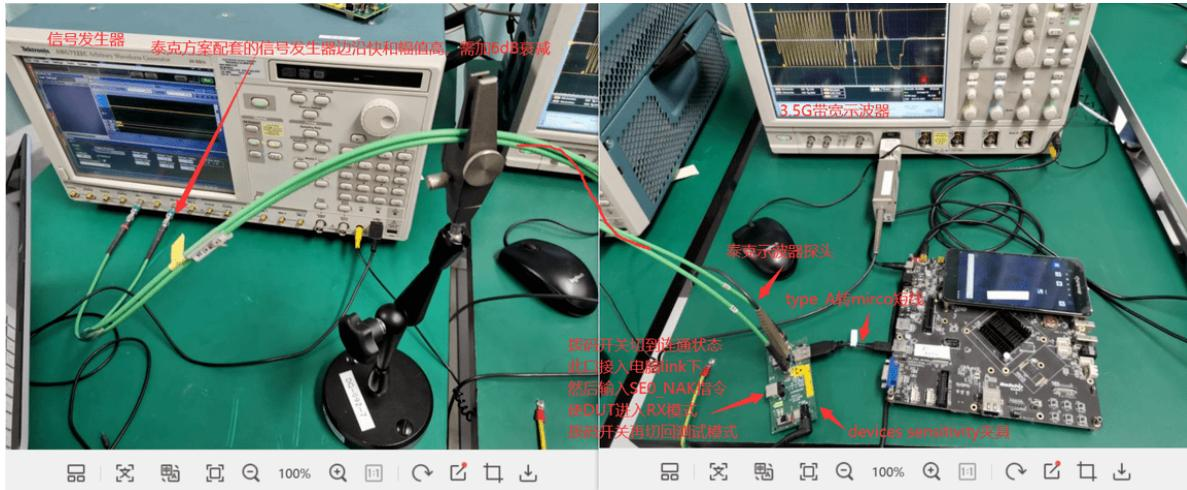

图 13 Tektronix USB 2.0 Rx 测试连接
- 按照下图 13 所示，将 DUT 通过 Device Sensitivity 夹具与 Tektronix 的信号发生器、示波器连接起来。